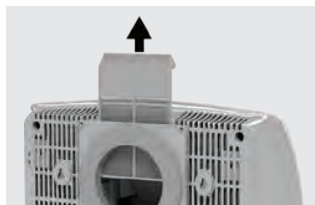

Рисунок 17
- Извлеките фильтр грубой очистки из прибора (рис. 17).